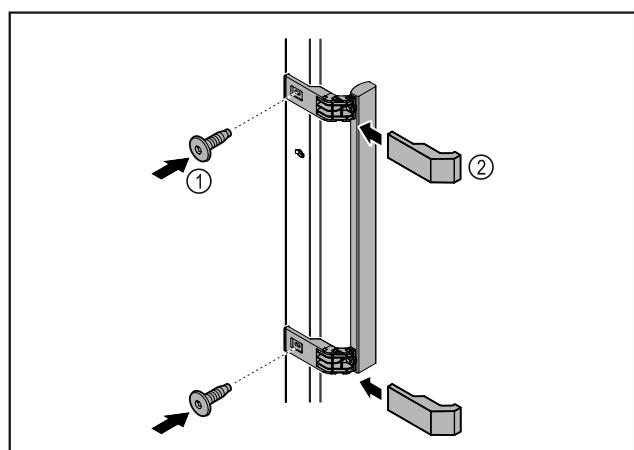

Fig. 3
- Монтирайте дръжката от пакета с принадлежности с приложените винтове Fig. 3 (1) на вратата.
- Нахлузете капака Fig. 3 (2).